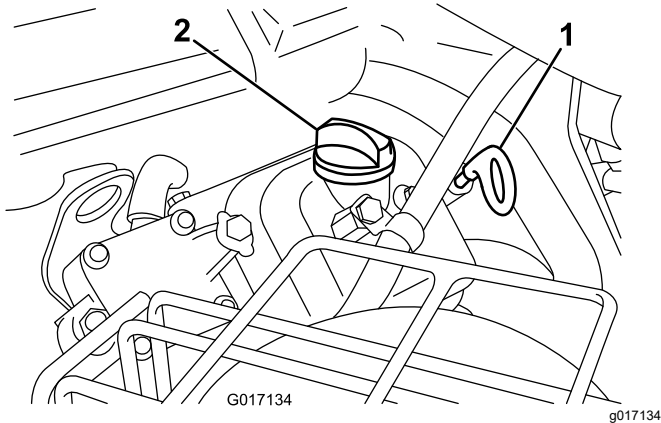

Bild 40
- Führen Sie den Peilstab in den Füllstutzen wieder ein und schrauben Sie den Peilstab auf den Füllstutzen auf (Bild 40).